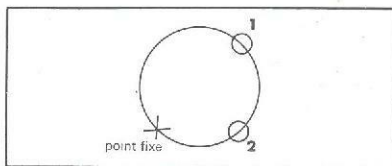

Fig. 45 – Hovedlygter (stor diameter)
Fig. 45 bis – Hovedlygter (stor diameter)
- Vippelygter (fig. 45).
- Faste lygter (fig. 45 bis).